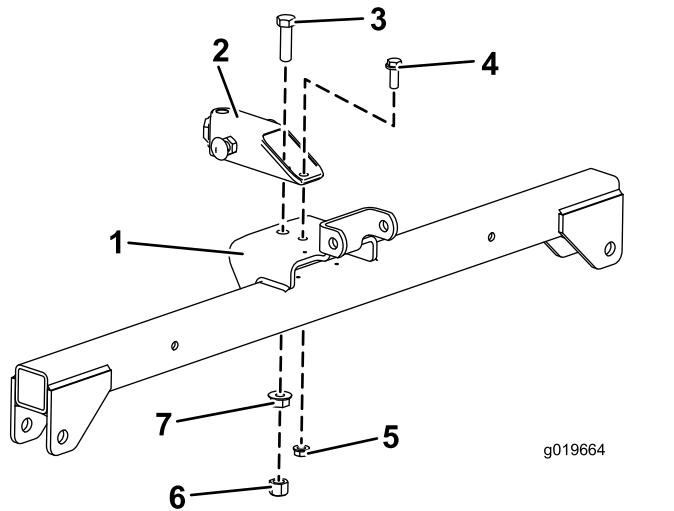

Figura 4
2. Monte o tubo do garfo, sem apertar, no furo frontal do conjunto de suporte (Figura 4) com um parafuso (1/2 x 1–3/4 pol.), porca flangeada (1/2 pol.) e uma porca hexagonal (1/2 pol.).